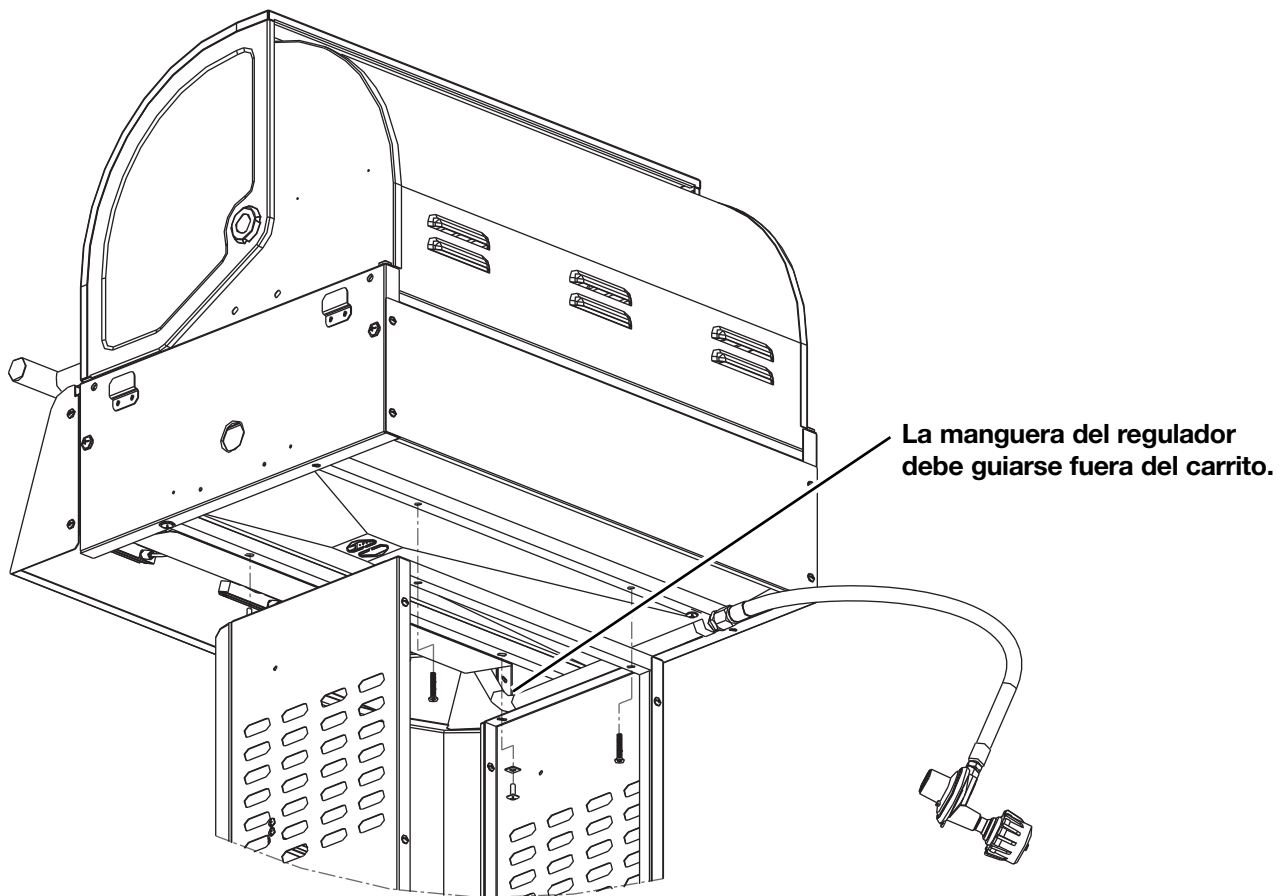

Fig. 4
2. Con cuidado baje el cabezal de la parrilla sobre el carrito. Verifique que la manguera del regulador se encuentre colgando fuera del carrito. Sujete el cabezal al carrito con dos (2) tornillos M6 x 13 y dos (2) arandelas planas M6 en el frente; dos (2) tornillos M6 x 26 en la parte trasera como se indica en la **Fig. 4**.